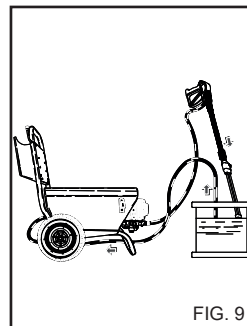

FIG. 9
- 1) Depois de usar o detergente, enxágue o circuito de sucção; enfie o tubo de sucção (fig. 9) de detergente num tanque contendo água limpa e faça com que a bomba funcione por um minuto com a torneira de dosagem completamente aberta e com a lança em fase de saída de detergente.
4) Depois da utilização do detergente, enxágue o circuito de sucção; enfie o tubo de sucção (fig. 9) de detergente num tanque contendo água limpa e faça com que a bomba funcione por 1 minuto com a lança em fase de saída de detergente.